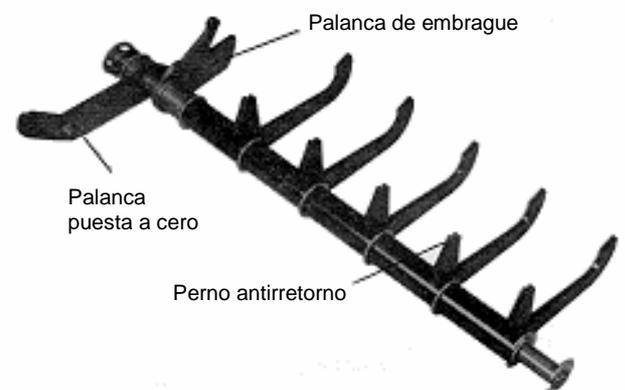

Figura 12. Conjunto perno antirretorno
Ver figura 12. Pueden cambiarse los pernos antirretorno individuales, la palanca de puesta a cero y la palanca de embrague.
- b. Instalar las piezas, las arandelas de retención y las arandelas como se indica en la figura 12. Asegurarse de montar las piezas para que estén en la buena dirección. Comprobar el juego (figura 26).